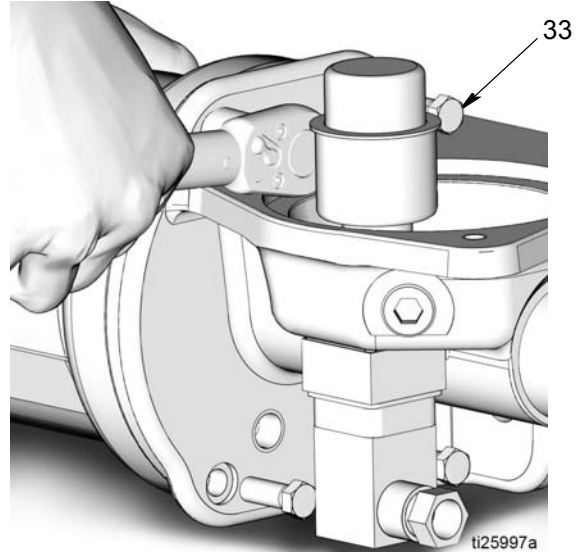

FIG. 53
- c. Instale los 4 pernos nuevos. Apriete a mano los pernos (33) de forma regular, un poco cada vez en un patrón en diagonal. Apriételos después diagonalmente a un par de 10-13 ft. lbs. (13,5-17,6 N•m). Consulte FIG. 53.